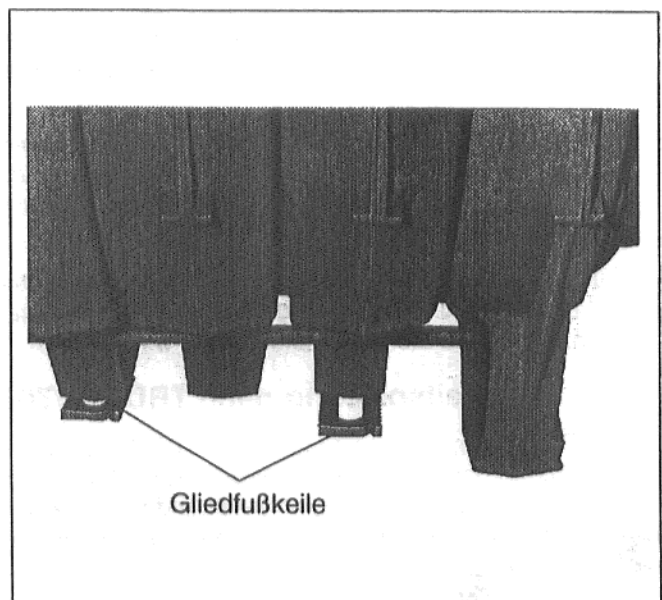

Abb. 18
- Kessel in der Senkrechten und Waagerechten ausrichten. Wo Kesselgliedfüße nach dem Ausrichten nicht fest auf dem Boden aufstehen, sind die mitgelieferten Gliedfußkeile oder Blechstreifen unterzulegen (Abb. 18).